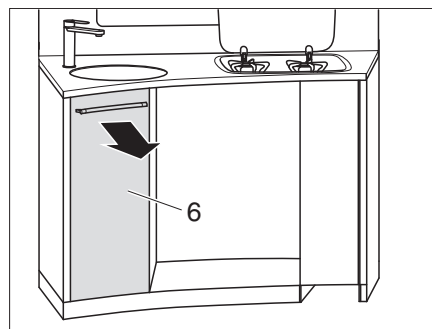

Fig. 124 Estrarre e togliere il cassetto alto della cucina
- Estrarre e togliere il cassetto alto della cucina (Fig. 124,6).